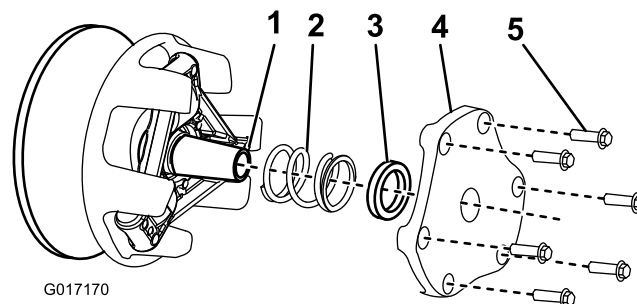

Figura 34
3. Remova os 6 parafusos de cabeça flangeada que prendem a cobertura da embraiagem. Reserve a cobertura, espaçador e mola (Figura 34).